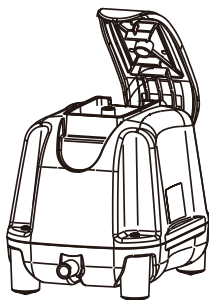

図2
- ③フィルターカバーを外します。(図2) 両端を持って上側に引き抜いてください。